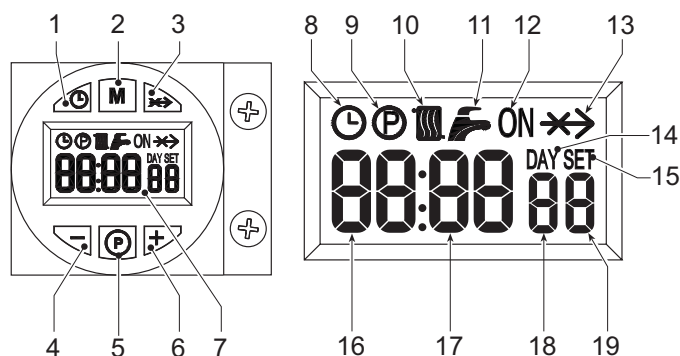

fig. 1 - Tableau des commandes
La demande d'allumage (due à la fermeture du contact sur les bornes 7-8 (voir fig. 13), réglée par défaut) est signalée par le pictogramme radiateur (rep. 10 - fig. 1).
- Appuyer sur le bouton de configuration jour/heure (rep. 1 - fig. 1).
- Les icônes HORLOGE et JOUR clignotent sur l'afficheur (rep. 7 - fig. 1) : programmer le jour en appuyant sur les touches + et - (rep. 4 et 6 - fig. 1) en sachant que 1=lundi, 7=dimanche. Confirmer le jour en appuyant sur le bouton de réglage du jour/heure (rep. 1 - fig. 1).
- Les deux chiffres de l'HEURE et l'icône HORLOGE clignotent sur l'afficheur (rep. 7 - fig. 1) : régler l'heure en appuyant sur les touches + et - (rep. 4 et 6 - fig. 1), de 00 à 23. Confirmer l'heure en appuyant sur le bouton de réglage du jour/heure (rep. 1 - fig. 1).
- Les deux chiffres des MINUTES et l'icône HORLOGE clignotent sur l'afficheur (rep. 7 - fig. 1) : régler les minutes avec précision en appuyant sur les touches + et - (rep. 4 et 6 - fig. 1), de 00 à 59. Confirmer les minutes en appuyant sur le bouton de réglage du jour/heure (rep. 1 - fig. 1). Fonctionnement Chauffage automatique, Manuel ON, Manuel OFF
Appuyer sur le bouton de sélection du mode de fonctionnement (rep. 2 - fig. 1) pour configurer le :
- Fonctionnement automatique, l'afficheur (rep. 7 - fig. 1), visualise l'icône HORLOGE. La demande d'activation et de désactivation du brûleur dépend du programme hebdomadaire programmé. Pour la tranche horaire de demande, l'afficheur (rep. 7 - fig. 1), visualise également l'icône ON.
- En mode de Fonctionnement Manuel On, l'afficheur (rep. 7 - fig. 1), visualise uniquement l'icône ON. Le brûleur se trouve toujours en état de demande
- En mode de Fonctionnement Manuel Off, l'afficheur (rep. 7 - fig. 1), ne visualise ni l'icône ON, ni l'icône HORLOGE. Le brûleur est éteint
Le programme hebdomadaire est prédéfini avec 3 tranches horaires ON et 3 tranches horaires OFF : elles sont identiques pour chaque jour de la semaine. Pour la tranche horaire de demande, l'afficheur (rep. 7 - fig. 1), visualise l'icône ON.
- Appuyer sur le bouton Programmation « P » (rep. 5 - fig. 1)
- Sélectionner le jour à programmer en appuyant sur les touches + et - (rep. 4 et 6 - fig. 1) :
- Appuyer sur le bouton Programmation « P » (rep. 5 - fig. 1) :
- Utiliser les touches + et - (rep. 4 et 6 fig. 1) pour modifier le début de la 1ère tranche horaire de ON ; exemple 06:00Appuyer sur le bouton Programmation « P » (rep. 5 - fig. 1)
- Utiliser les touches + et - (rep. 4 et 6 fig. 1) pour modifier le début de la 1ère tranche horaire de OFF ; exemple 09:00Appuyer sur le bouton Programmation « P » (rep. 5 - fig. 1)
- Utiliser les touches + et - (rep. 4 et 6 fig. 1) pour modifier le début de la 2e tranche horaire de ON ; exemple 12:30Appuyer sur le bouton Programmation « P » (rep. 5 - fig. 1)
- Utiliser les touches + et - (rep. 4 et 6 fig. 1) pour modifier le début de la 2e tranche horaire de OFF ; exemple 14:00Appuyer sur le bouton Programmation « P » (rep. 5 - fig. 1)
- Utiliser les touches + et - (rep. 4 et 6 fig. 1) pour modifier le début de la 3e tranche horaire de ON ; exemple 16:00Appuyer sur le bouton Programmation « P » (rep. 5 - fig. 1)
- Utiliser les touches + et - (rep. 4 et 6 fig. 1) pour modifier le début de la 3e tranche horaire de OFF ; exemple 23:30Appuyer sur le bouton Programmation « P » (rep. 5 - fig. 1)
- Appuyer 3 secondes sur le bouton Programmation « P » (rep. 5 - fig. 1) pour quitter la modalité de programmation.
Pour entrer dans le menu Paramètres, appuyer 5 secondes sur le bouton de programmation « M » (rep. 2 - fig. 1). L'écran affiche le paramètre « u01 » : identifié par « SET 01 ». Appuyer sur le bouton « P » (rep. 5 - fig. 1) pour faire défiler la liste des paramètres.
Pour modifier la valeur d'un paramètre, appuyer sur les touches + et - (rep. 4 et 6 - fig. 1) : la modification sera sauvegardée automatiquement. Après avoir modifié le paramètre, attendre 3 secondes : la valeur clignote et est sauvegardée.
Pour quitter le menu, appuyer 5 secondes sur le bouton « Sélection du mode de fonctionnement - M » (rep. 2 - fig. 1).
Pour entrer dans le menu Paramètres, appuyer 10 secondes sur le bouton de programmation « P » (rep. 5 - fig. 1). L'écran affiche le paramètre « t01 » : identifié par « SET 01 ». Appuyer sur le bouton « P » (rep. 5 - fig. 1) pour faire défiler la liste des paramètres.